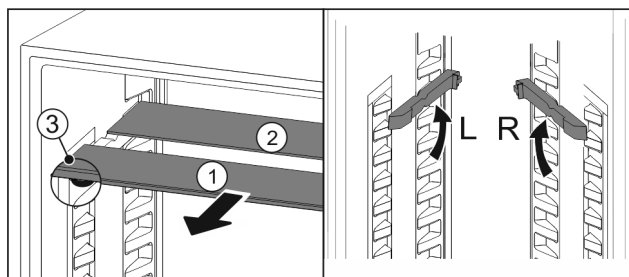

Fig. 127
- Dra ut *Fig. 127 (1)* glashyllorna framåt en i taget.
- ▷ Glashyllan *Fig. 127 (1)* med dekorlisten ligger längst fram.
- ▷ Stoppklackarna *Fig. 127 (3)* är vända nedåt.